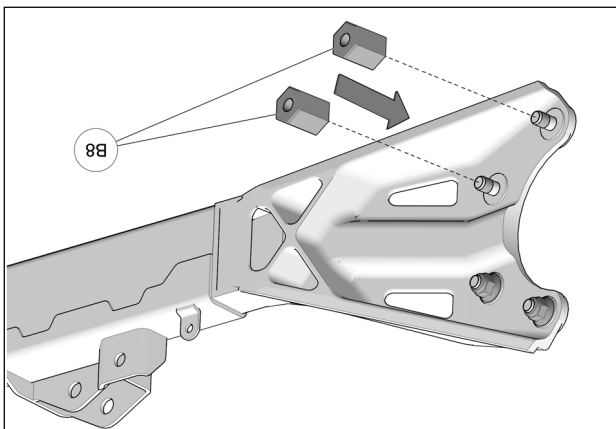

Fig. 6
6. Visser les espacateurs hexagonaux (B8) sur les boulons de fixation du bras de suspension longitudinal. Serrer à un couple de 50 N•m (37 lb•pi). Fig. 6